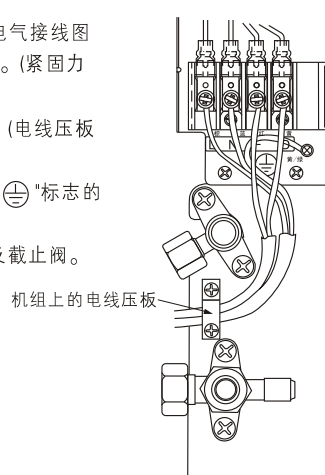

图 26
- (1) 把室外机组中连接电缆按左侧板内电气接线图所示正确地牢固连接。(按图26安装)。(紧固力矩8~15kgf·cm)
- (2) 用电线压板将连接电缆用螺钉紧固。(电线压板固定时，所示箭头必须向下)
- (3) 必须将黄/绿线如图26所示接至带有"⊕"标志的接地螺钉上。
- (4) 连接电缆不可以碰铜管的裸露部分及截止阀。